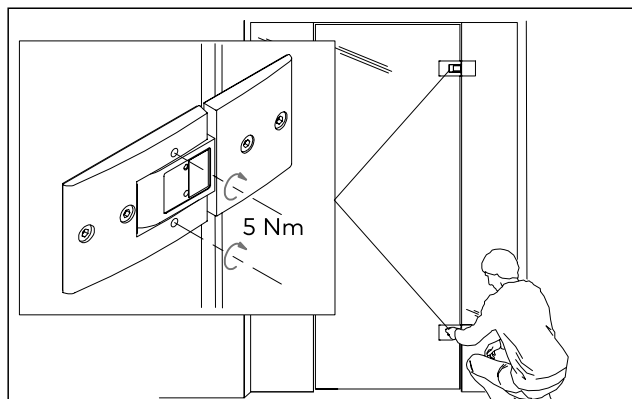

Fig. 35 Position des vis
3. Serrer toutes les vis (2x la paumelle supérieure et 2x la paumelle inférieure). Le couple de serrage doit être de **5 Nm** (Fig. 35)!